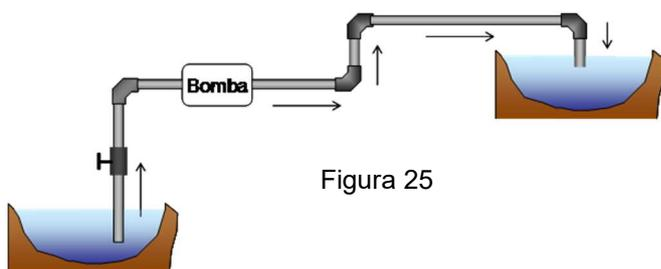

Figura 25
48. O grupo motor bomba da Figura 25, com o rendimento de 60 %, eleva 50 l s⁻¹ de água através de um tubo de 20 cm de diâmetro e 175 m de comprimento. A altura geométrica total é de 8 m. Tomando $m = 0.27$ na fórmula de Kutter calcule a potência consumida pela instalação quando a válvula corrediça está completamente aberta. R: P_b = 11 KW